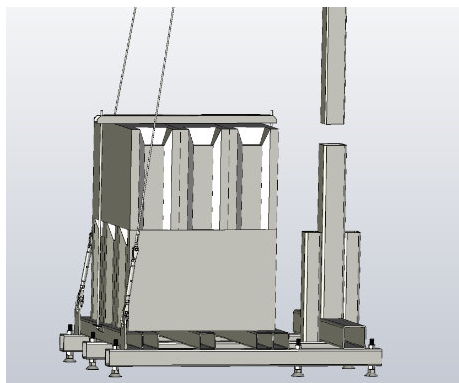

Рис. 10 Установка опоры в базу
7. С помощью спецтехники установить стойку в ответное крепление на базе.. Консоль должна быть ориентирована в противоположную от рамы сторону. (Рис.10)